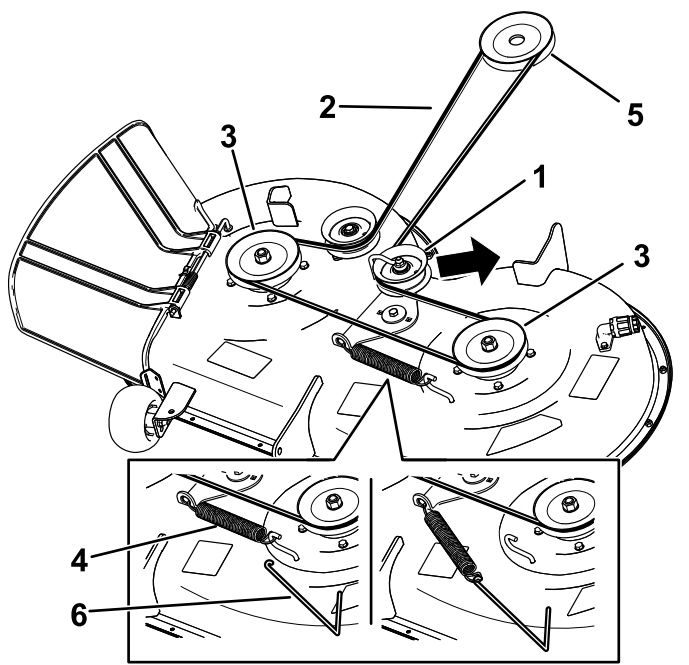

Bild 57
7. Entfernen Sie die Spannscheibenfeder mit einem Werkzeug zur Federentfernung (Toro Bestellnummer 92-5771) vom Mähwerkhaken, um die Spannung von der Spannscheibe zu nehmen, und rollen Sie den Riemen von den Spannscheiben (Bild 57).
8. Verlegen Sie den neuen Riemen um die Motor- und Mähwerkriemenscheiben (Bild 57).
9. Setzen Sie die Spannscheibenfeder mit einem Werkzeug zur Federentfernung (Toro Bestellnummer 92-5771) auf den Mähwerkhaken, um die Spannscheibe und den Mähwerkriemen zu spannen (Bild 57).